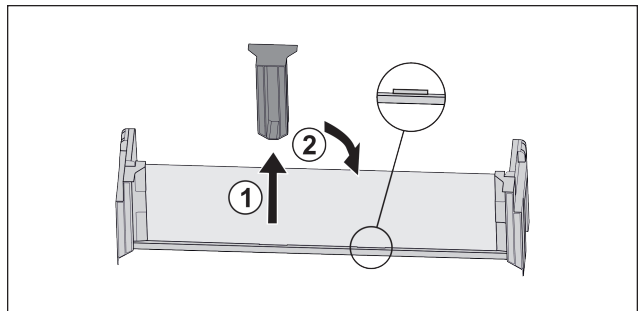

Fig. 94
- ▶ Изтеглете средната задържаща част Fig. 94 (1).
- ▶ Вкарайте средната задържаща част на втората позиция Fig. 94 (2).